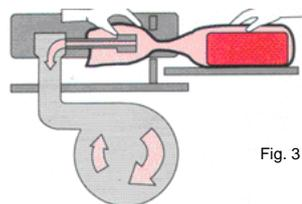

Fig. 3
- Posizionare il sacchetto con il prodotto sul vassoio della macchina e la parte aperta del sacco viene posta sull'ugello (Fig. 3)